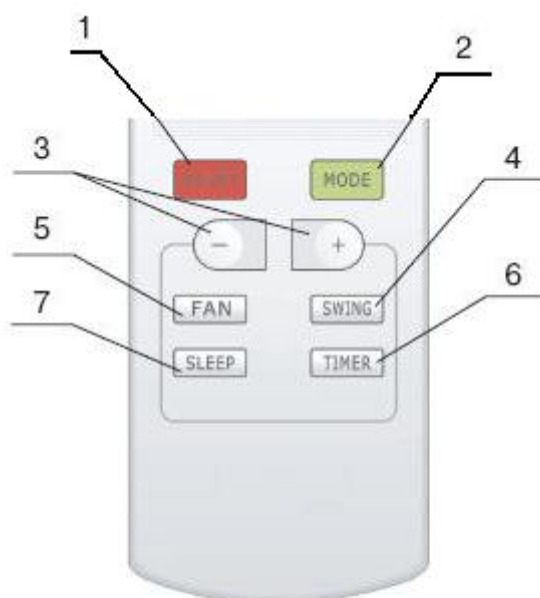

РИС. 3.4
3.4 ПОРЯДОК УПРАВЛЕНИЯ (РИС. 3.4)